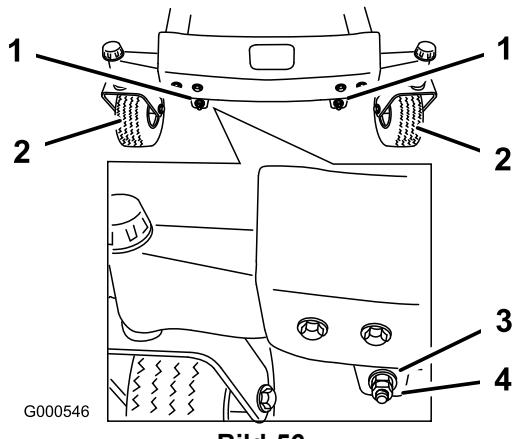
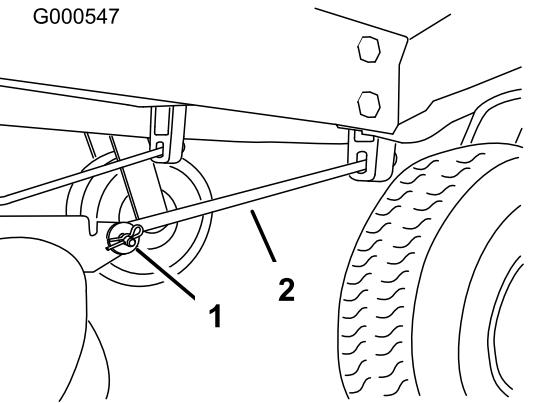

Bild 56
Bild 57
11. Nehmen Sie für das Einstellen der Schnittmesserneigung in Längsrichtung die Sicherungsmuttern ab. Drehen Sie dann die Einstellmuttern vorne am Mähwerk (Bild 56).
13. Prüfen Sie, nachdem beide Einstellmuttern gleichmäßig eingestellt worden sind, erneut die Schnittmesserneigung in Längsrichtung. Fahren Sie mit der Einstellung der Muttern fort, bis die vordere Schnittmesserspitze um 1,6 bis 7,9 mm tiefer liegt als die hintere Spalte (Bild 56).
Hinweis: Stellen Sie nach dem Einstellen der Einstellmuttern sichern, dass die Stützstangen kein Spiel aufweisen (Bild 57). Ziehen Sie die Stangen fest, wenn ein Spiel vorhanden ist (Bild 56).
4. Nehmen Sie an jeder Seite des Mähwerks den Splint und den Lastösenbolzen aus der vorderen Stützstange (Bild 57).
8. Befestigen Sie die vorderen Stützstangen mit den Lastösenbolzen und Splints an der Maschine (Bild 57).